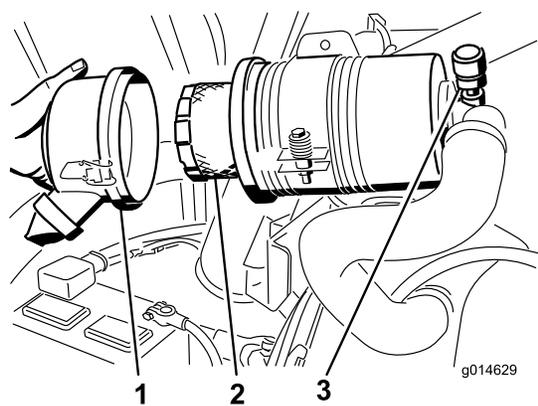

Figura 61
3. Retire e substitua o filtro (Figura 61).